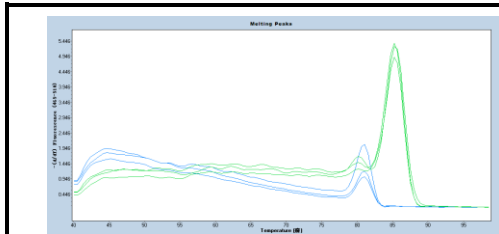

图 1. MesGen(蓝)与 A 公司类似产品(绿)NTC 组 PCR 后引物二聚体溶解曲线图。
3. 高特异性 : Mix 混合液中含有经化学修饰后的 DNA 聚合酶, 可以使用 Hot Start 法进行 PCR, 可有效避免常温操作时所带来的非特异扩增, 避免繁琐的冰上操作。同时与开发改良的缓冲液系统相结合, 使特异性能得到大大改善, 可有效抑制引物二聚体及非特异性扩增的发生 ( 图 1, 2 )。